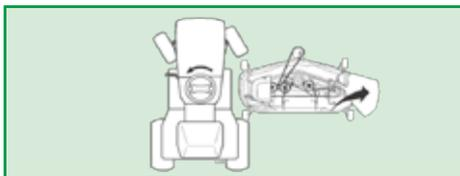

Figura 25
- Posicione o cortador de grama do lado direito do trator e gire o volante totalmente para a esquerda para facilitar a montagem, conforme Figura 25;
2. Coloque um pedaço de madeira prendendo a lâmina, de maneira que ela não gire. Ver Figura 25;